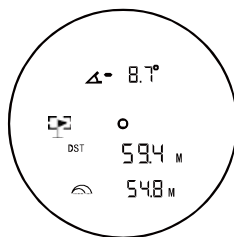

Рисунок 4
В режиме корректировки траектории нажмите и удерживайте кнопку включения/измерения (1) в течение 3 секунд, затем немного подвигайте прибор вправо и влево, пока расстояние до флажка не будет определено и показано на дисплее (рис. 4). После захвата флажка прибор начнет вибрировать.